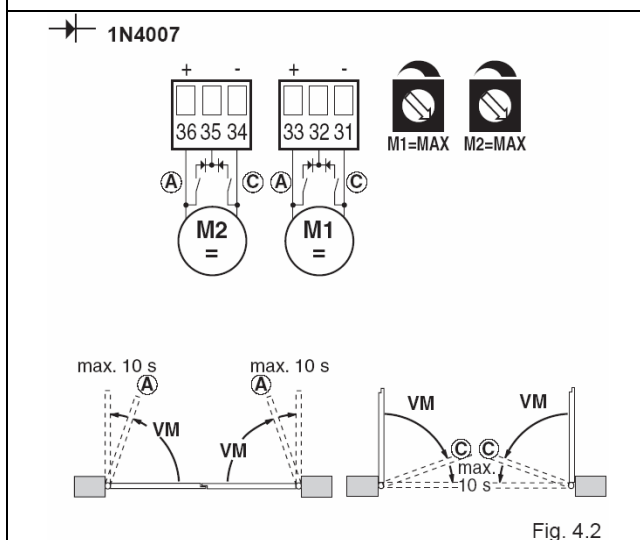

Fig. 4.2
- (Fig 4.2) **Lassító végállás kapcsolókkal történő alkalmazás**